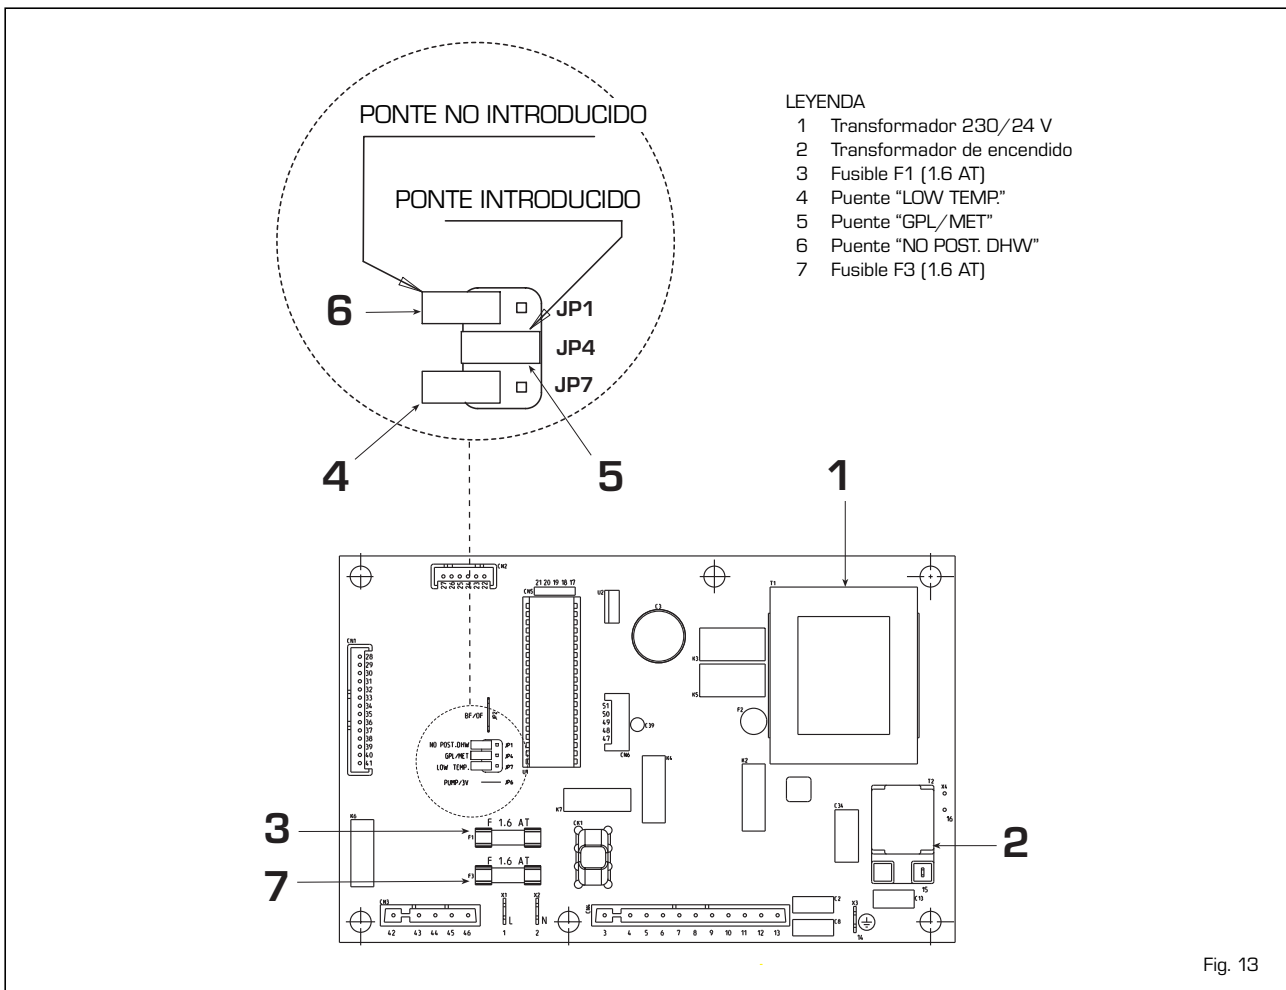

Fig. 13
- **Puente JP4 "GPL/MET"** [5 fig. 13]
- **Puente JP7 "LOW TEMP."** [4 fig. 13]
- **Puente JP1 "NO POST. DHW"** [6 fig. 13]
- Desplazar el puente del conector "MET/GPL" de la ficha en la posición correspondiente al gas utilizado (5 fig. 13).